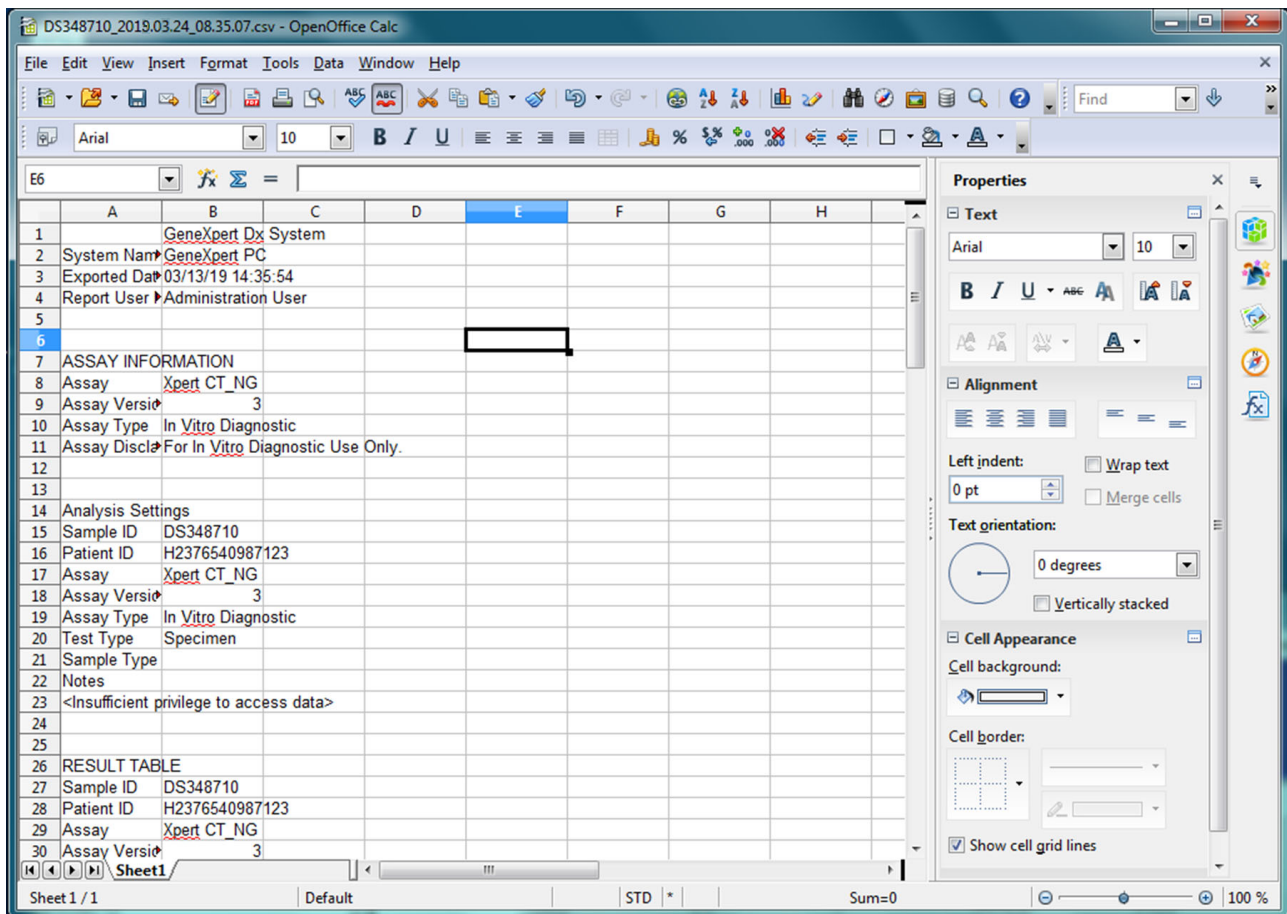

Abbildung 5-68. Beispiel für exportierte Testergebnisse
- Klicken Sie auf das Kästchen links neben **Default value (Standardwert)** und anschließend auf **OK**, um das Dialogfeld zu schließen. Daraufhin werden die Spaltenbreiten eingestellt und die Datei formatiert, wie in Abbildung 5-68 dargestellt. Klicken Sie auf eine beliebige Stelle in den leeren Spalten, um die blau unterlegten Zellen abzuwählen, sodass sie wieder weiß werden.